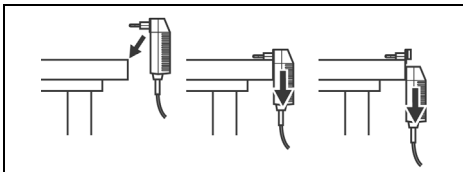

Fig. 4 Remplacement de l'adaptateur de fiche secteur
1. Placez le SNT-121A contre le bord d'une table ou d'un plan de travail (voir figure 4).